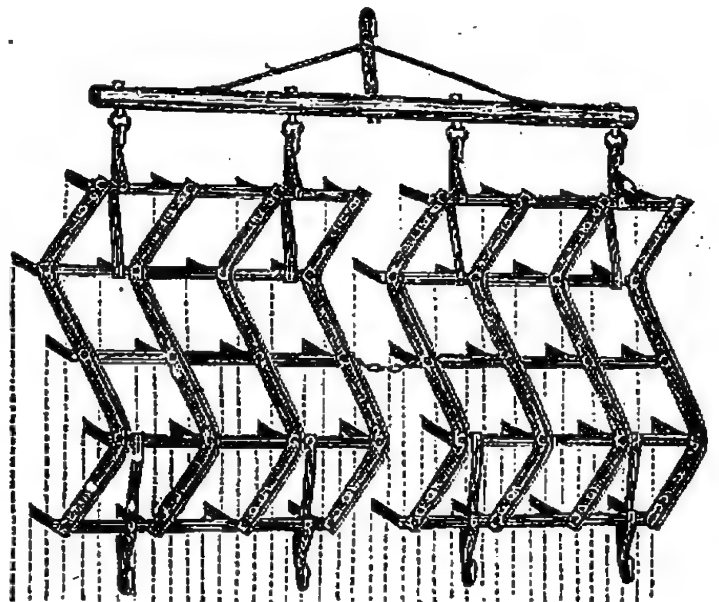

Fig. 327. — Herse articulée posée sur le sol.
**5. Herse.** — La herse (*fig. 327*) sert à *ameublir* la couche superficielle du sol, à enlever les mauvaises herbes, à enterrer les semences et certains engrais, etc. Elle se compose d'un ou de plusieurs châssis en bois ou en fer auxquels sont fixées des dents droites ou inclinées.